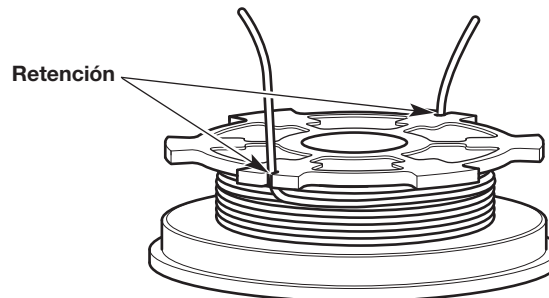

Fig. 31
4. Inserte las dos extremos de 6 pulgadas dentro de las dos ranuras de sujeción (Fig. 31).
6. Inserte las dos extremos de 6 pulgadas dentro de las dos ranuras de sujeción (Fig. 31).